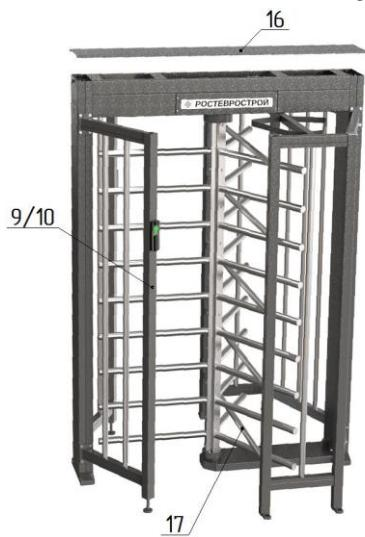

Рис. 6
### *5. Окончательная сборка (рис.6, 7):*
– установите на место крышку **16** (выполнить после подключения турникета и, при необходимости, проведения режима калибровки) и закрепите винтами M4 (рис.6, 7).